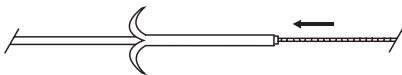

Fig. 2
- b) Når kateterspissen er rett, føres kateteret over ledevaieren. (Fig. 2)